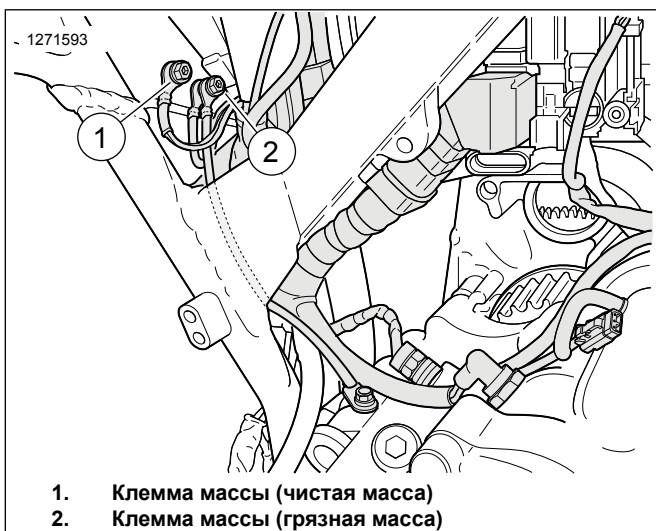

Рисунок 42. Расположения точек соединения с «массой» аккумуляторной батареи
См. Рисунок 42 . Проложите и подсоедините провод массы ATM к клемме **чистой** массы (1). Затяните.